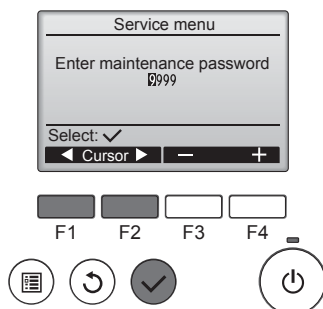

Fig. 7-3
- ① Seleccione "Service" (Revisión) desde el Menú principal, y pulse el botón .
- ② Una vez seleccionado el Menú Revisión aparecerá una ventana que pide la contraseña. (Fig. 7-3)